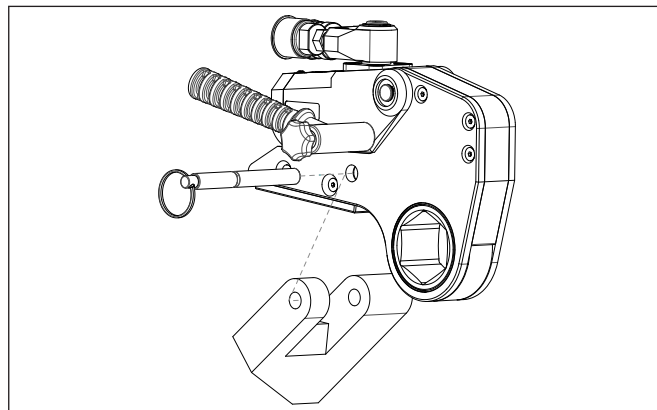

Figure 6 : installation du bras de réaction
3.2.3 Utilisation du long bras de réaction/ du bras de réaction avec la clé HMT avec cassette HLP (figures 6 et 7)